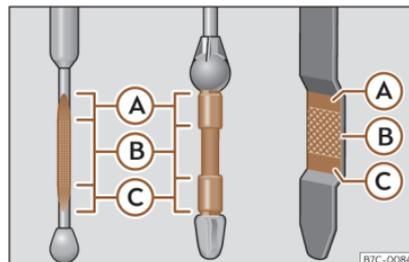

Fig. 220 Varilla de medición del nivel de aceite.
- A continuación, vuelva a extraerla y compruebe el nivel de aceite»» fig. 220 . En caso necesario, reponga aceite del motor.
- Cuando el nivel de aceite alcance como mínimo la zona»» fig. 220 (B), enrosque el tapón de la boca de llenado con cuidado »» ⓘ.
Si el nivel de aceite se encuentra por encima de la zona»» fig. 220 (A), no arranque el motor. Puede causar daños en el motor y en el catalizador. Informe a un taller especializado.
El nivel de aceite no deberá estar en ningún caso por encima de la zona»» fig. 220 (A). De no ser así, podría aspirarse aceite por el respiradero del cárter del cigüeñal y llegar a la atmósfera a través del sistema de escape.